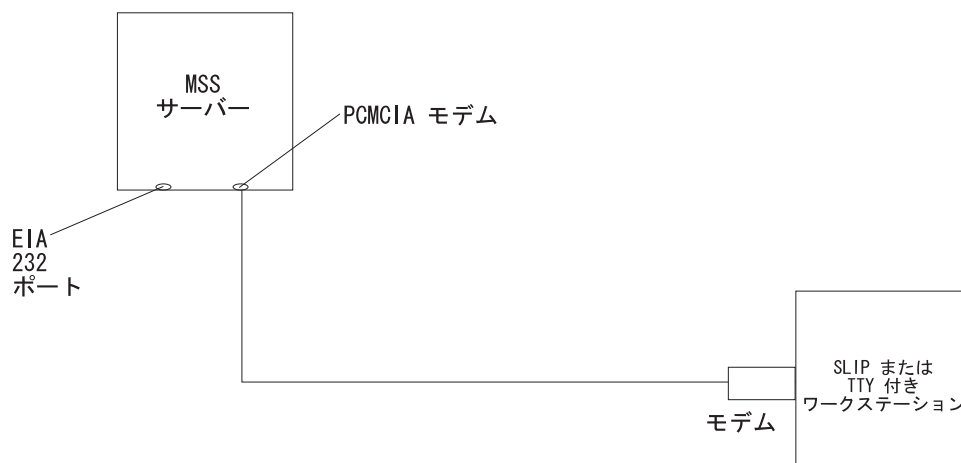

図3. PCMCIA モデム (音声/データ/FAX PCMCIA モデムまたはデータ/FAX PCMCIA モデム) へのリモート・シリアル接続
- PCMCIA モデム、音声/データ/FAX PCMCIA モデム、またはデータ/FAX PCMCIA モデムを介したリモート接続 (11ページの図3 を参照)